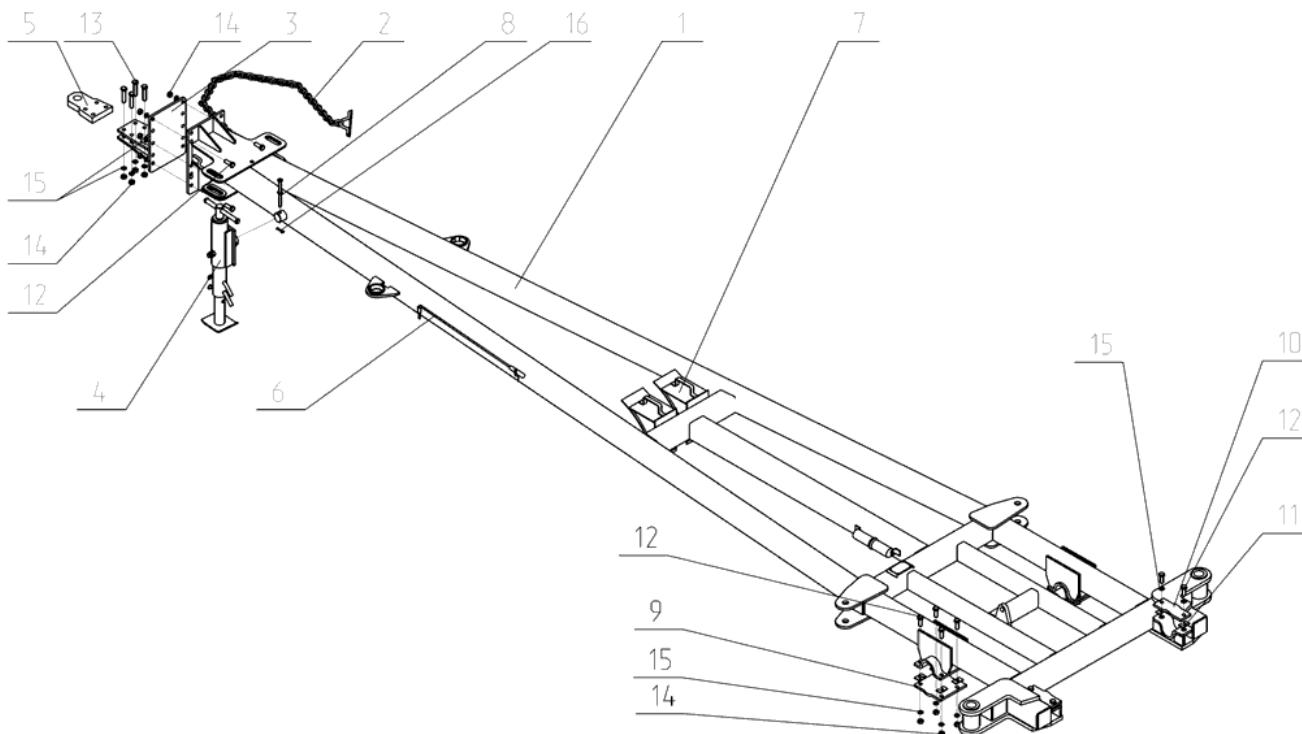

Рис.3. ЛДГ 01.010 Сница в сборе.
2.11. Сница в сборе (Рис.3) предназначена для присоединения лущильника к трактору.